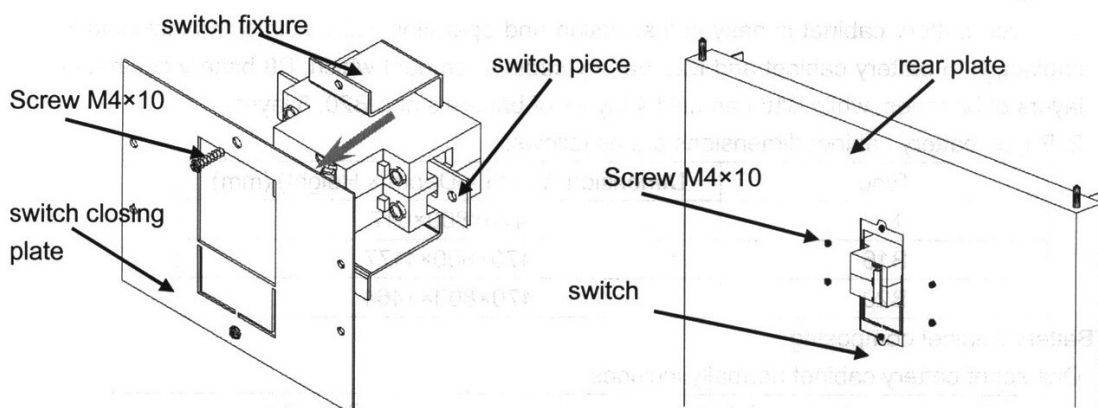

Рис. 1
3.1 Установить, если предусмотрено комплектацией, батарейный автомат согласно рис.1 - 3.